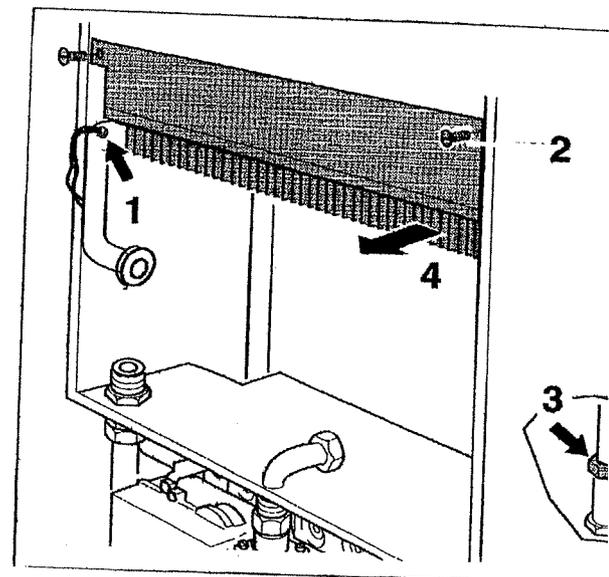

Fig. 34 Rimozione scambiatore di calore
- ◆ Staccare il cavetto giallo del limitatore di temperatura di sicurezza (Fig. 34, punto 1).
- ◆ Togliere le viti del coperchio del collettore di scarico (Fig. 34, punto 2).
- ◆ Svitare l'attacco del ritorno dello scambiatore di calore (Fig. 34, punto 3).
- ◆ Estrarre lo scambiatore di calore (Fig. 34, punto 4).